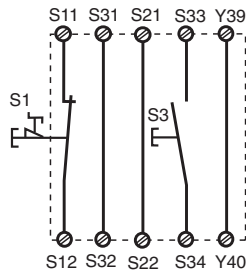

Fig. 3: Circuito de entrada monocanal, rearme supervisado/Circuito di entrata monocanale, start controllato/Eenkanalig ingangscircuit, bewaakte start
- Fig. 3, 4 y 5, 6: S13-S14 **no** conectado
- Fig. 3, 4 e 5, 6: **nessun** colleg. S13-S14
- Fig. 3, 4 en 5, 6: **geen** verbinding S13-S14